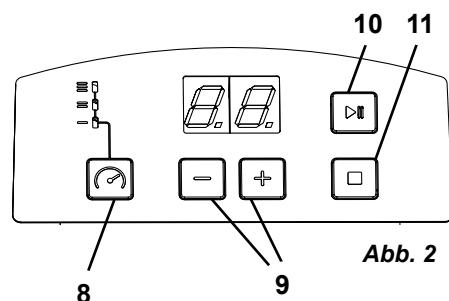

Abb. 2
- ⇒ Reinigungszeit mit + / - Tasten (9, Abb. 2) einstellen (Einstellbereich 0 bis 30 Min.).
- ⇒ Intensität mit Wahlfläche (8, Abb. 2) auswählen / einstellen.
- ⇒ Reinigungsvorgang mit der Start-/ Pause Taste (10, Abb. 2) starten.
- Der Reinigungsvorgang kann mit der Stopp-Taste (11, Abb. 2) jederzeit vor Ablauf der Reinigungszeit beendet werden.
- ⇒ Beenden Sie den Reinigungsvorgang durch Drücken der Stopp-Taste (11, Abb. 2).